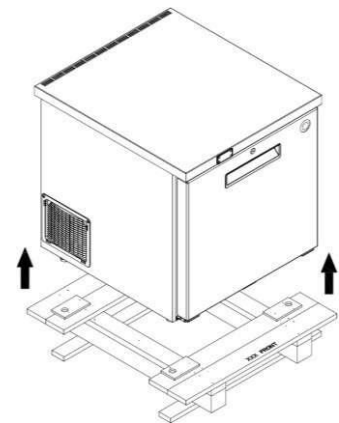

Fig. 3
- Skåpet kan lyftas av pallen för att ta bort träpallen (se fig. 3)